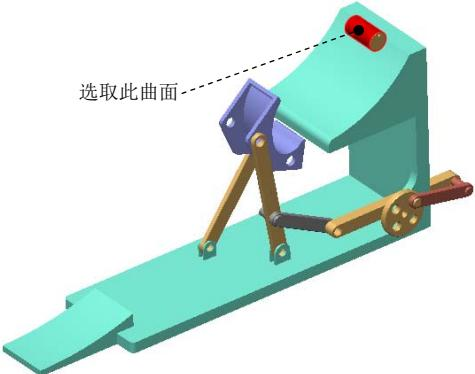

图 9.5.40 定义“凸轮 1”的参考
(1) 选择命令。单击 **连接** 区域中的“凸轮”按钮 , 此时系统弹出“凸轮从动机构连接定义”对话框。
(2) 定义“凸轮 1”的参考。选中对话框中的 自动选择复选框, 选取图 9.5.40 所示曲面为“凸轮 1”的参考, 单击“选择”对话框中的 **确定** 按钮。
(1) 选择命令。单击**连接**区域中的“凸轮”按钮 Cam ，此时系统弹出“凸轮从动机构连接定义”对话框。
(2) 定义“凸轮 1”的参考。选中对话框中的**自动选择**复选框，选取图 9.5.40 所示曲面为“凸轮 1”的参考，单击“选择”对话框中的**确定**按钮。
(1) 选择命令。单击**连接**区域中的“凸轮”按钮 凸轮 ，此时系统弹出“凸轮从动机构连接定义”对话框。
(2) 定义“凸轮 1”的参考。选中对话框中的自动选择复选框，选取图 9.5.40 所示曲面为“凸轮 1”的参考，单击“选择”对话框中的**确定**按钮。